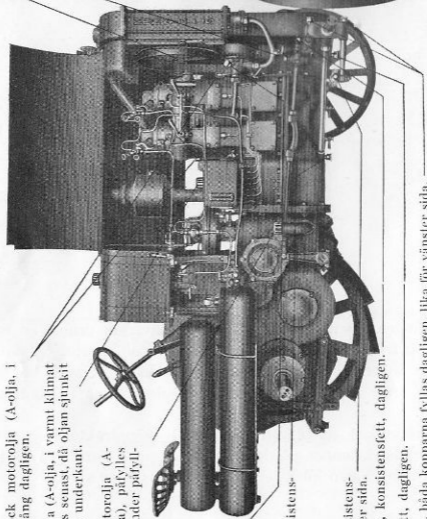

Fig. 97. Smörjningsschema för Munktells traktor.
Fig. 97 är ett smörjningsschema, visande samtliga smörjningsställen, vilka smörjmedel, som skola användas, samt huru ofta smörjning skall ske på de olika smörjningsställena. Detta smörjningsschema skall traktorföraren studera särskilt noggrant.
8. „ traktorn är smord enligt smörjningsschemats föreskrifter, se fig. 97.